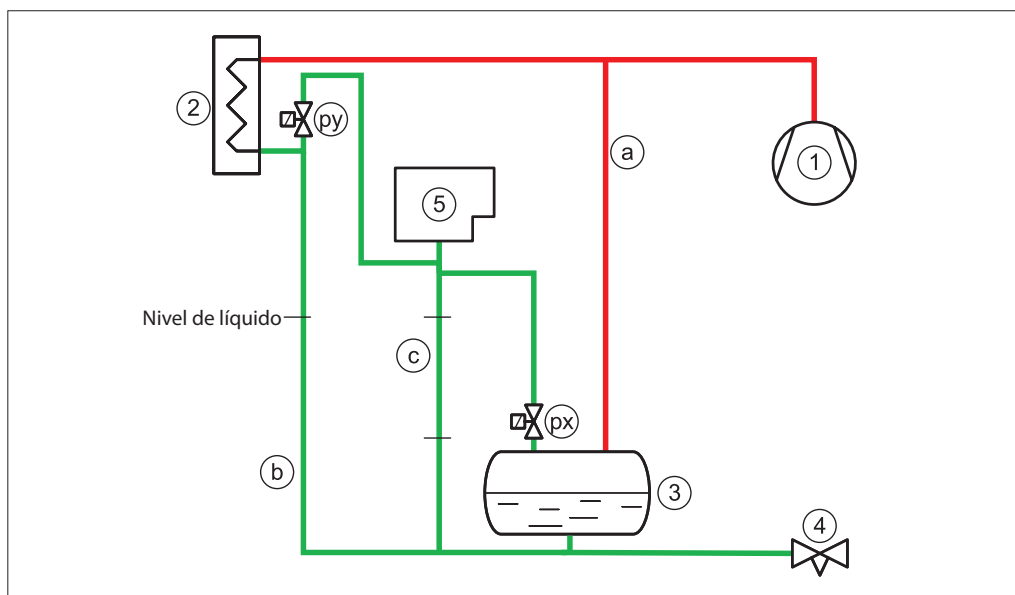
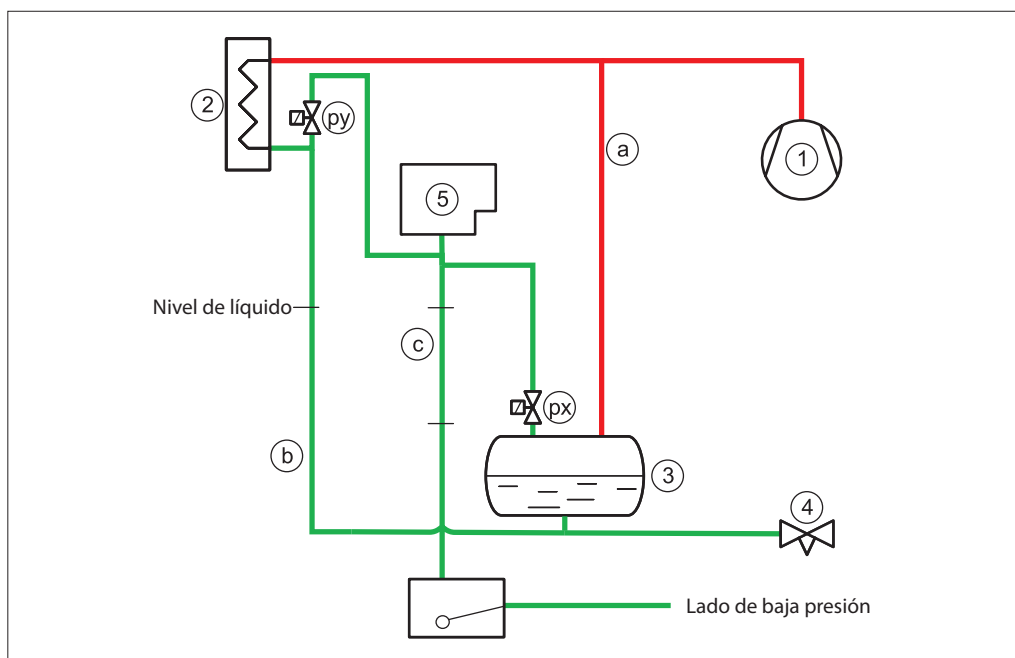

Fig. 6 Conexiones del purgador (px) y (py). El tubo de drenaje (c) debe estar colocado en vertical o con una pendiente descendente
Fig. 7 Conexiones del purgador (px) y (py). El tubo de drenaje (c) debe estar colocado en vertical o con una pendiente descendente
Las ubicaciones correctas para conectar el purgador de aire a la planta de amoníaco son: (Véase la Fig. 6 y la Fig. 7)
de alta presión (6) en el lado de presión baja (véase la Fig. 7).